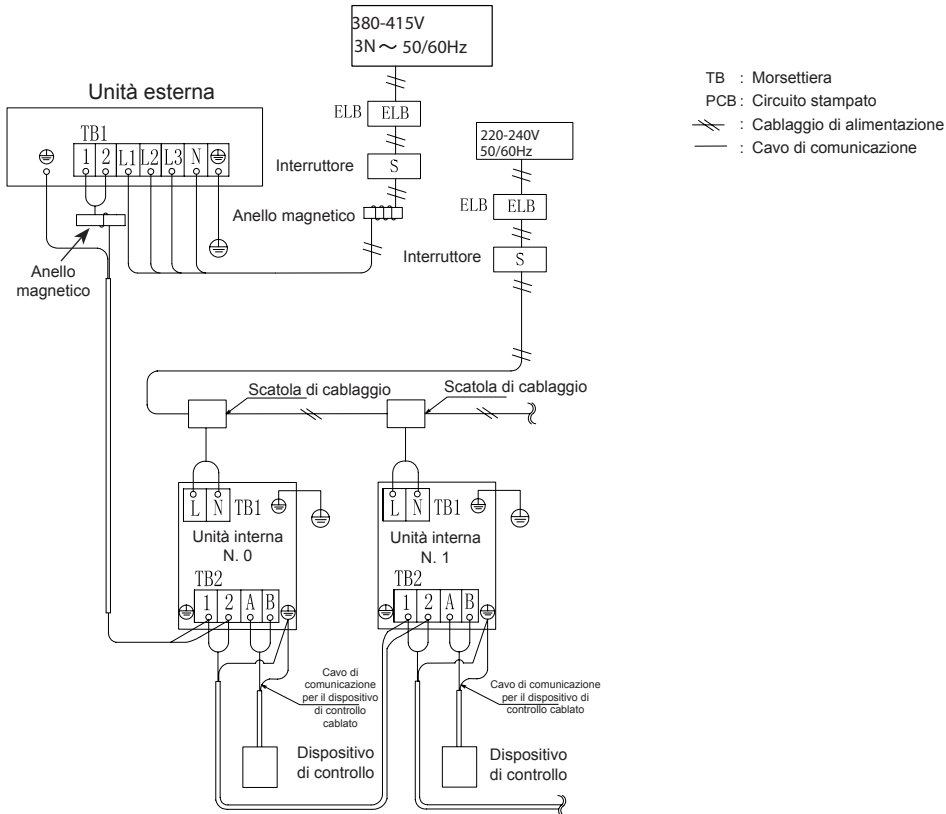

Fig. 6.1 Collegamenti elettrici per l'unità esterna e interna
(1) Collegare i cavi di alimentazione alla morsetteria nel quadro di comando elettrico dell'unità esterna ed interna. Collegare il cavo di terra al quadro di comando elettrico dell'unità esterna. Inoltre, collegare il cavo di terra alla vite di terra nel quadro elettrico dell'unità interna. Fare riferimento alla Fig. 6.1.
(2) Collegare i cavi tra le unità esterna e interna ai morsetti 1 e 2 della morsetteria.